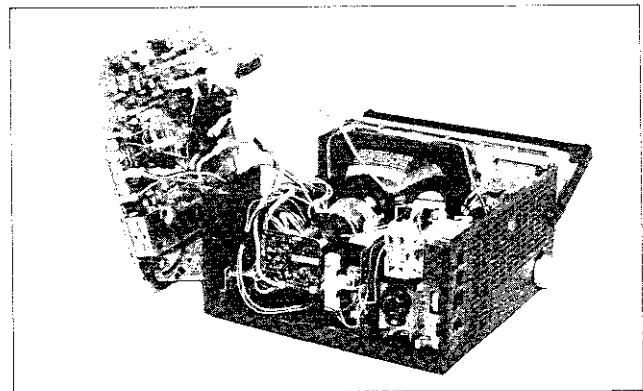

Fig. 2-3
5. Quand un organe ou un composant autre que le téléviseur couleur nécessite un alignement ou une réparation, soulever et retirer ensemble la plaque à circuits imprimés du téléviseur couleur et le panneau de réglage auxiliaire (sans séparer leurs connexions) et placer de préférence l'appareil en orientant le panneau de commande latéral en bas comme le montre la figure 2-3. Cette position assure une sécurité optimum et il est recommandé de la choisir pour effectuer les réglages de pureté et de convergence. Au besoin, débrancher les pinces de fixation de fils.